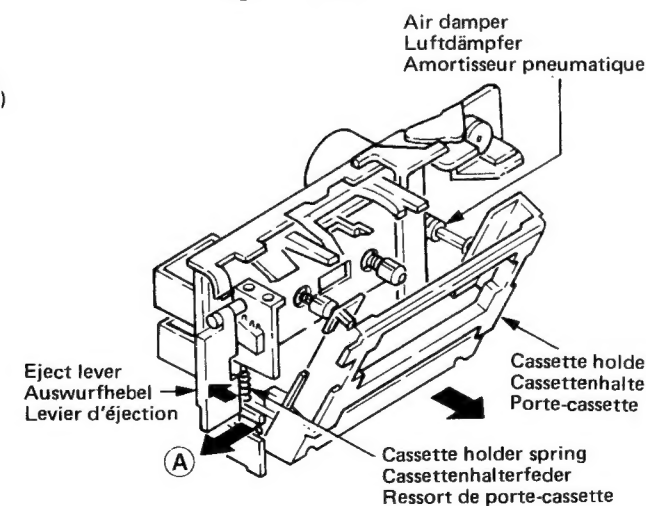
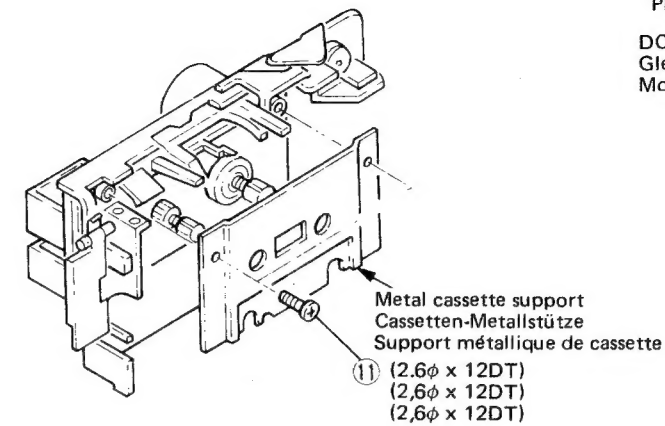
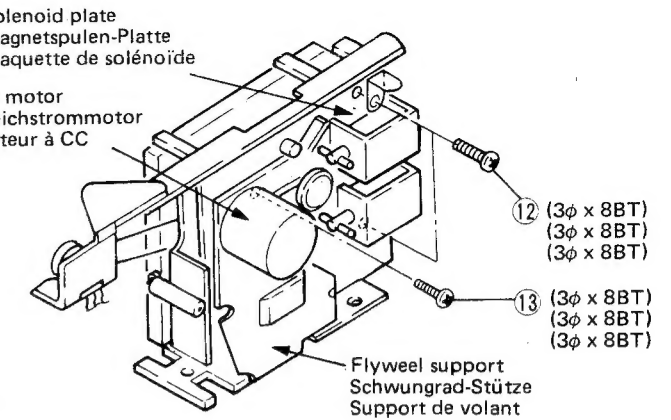

Fig. 8 Abb. 8
Fig. 9 Abb. 9
Fig. 10 Abb. 10
### 11. Cassette Chassis Section (Fig. 8)
Press the eject lever to open the cassette holder. Remove the cassette holder spring in order to remove the cassette holder by urging it in the direction indicated by arrow (A). For reassembly, be sure to first insert the air damper before mounting the cassette holder (Fig. 8).
After the cassette holder is removed, remove two screws ⑫ to remove the metal cassette support (Fig. 9).
Remove two screws ⑬ to remove the solenoid plate (Fig. 10).
Remove one screw ⑭ and the flywheel support together with the DC motor (Fig. 10).
## 11. Cassetten-Chassis-Abschnitt (Abb. 8)
Die Auswurfaste drücken, um den Cassettenhalter zu öffnen. Die Cassettenhalterfeder abnehmen, um den Cassettenhalter in Richtung des Pfeiles (A) abziehen zu können. Beim Zusammenbau ist zuerst der Luftdämpfer einzusetzen, bevor der Cassettenhalter angebracht wird (Abb. 8).
Nachdem der Cassettenhalter ausgebaut wurde, die beiden Schrauben ⑪ lösen, um die Cassetten-Metallstütze abnehmen zu können (Abb. 9).
Die beiden Schrauben ⑫ lösen und die Magnetspulen-Platte abnehmen (Abb. 10).
Die Schraube ⑬ lösen und die Schwungrad-Stütze gemeinsam mit dem Gleichstrommotor abnehmen (Abb. 10).
11. **Section châssis de cassette (Fig. 8)**
- (1) Porte-cassette
Appuyer sur le levier d'éjection pour ouvrir le porte-cassette. Déposer le ressort du porte-cassette de manière à pouvoir enlever le porte-cassette en poussant dans la direction indiquée par la flèche (A). Lors du remontage, veiller à insérer tout d'abord l'amortisseur pneumatique avant d'installer le porte-cassette (Fig. 8).
- (2) Support métallique de cassette
Après avoir déposé le porte-cassette, déposer les deux vis ⑫ pour déposer le support métallique de cassette (Fig. 9).
- (3) Plaquette solénoïde
Déposer les deux vis ⑬ pour déposer la plaquette de solénoïde (Fig. 10).
- (4) Support de volant
Déposer la vis ⑭ et le support de volant en même temps que le moteur DC (Fig. 10).